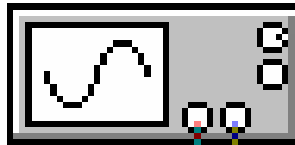

Рисунок 4
На схемі завжди показано мале зображення осцилографа (єдине для обох модифікацій рис. 4).
- встановити курсор на малому зображенні осцилографа (рис. 4);